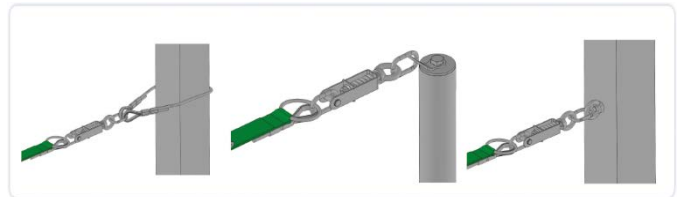

Рисунок 4
Быстроустанавливаемая анкерная линия CROSS LINE устанавливается на горизонтальную или вертикальную поверхность на уровне головы, плеч или ног пользователя. Крепление осуществляется при помощи концевых анкерных устройств ГОСТ EN 795-2019 [рисунок 4].
п.п.4.2 Установить анкерные устройства на элемент конструкции с двух сторон [рисунок 4] согласно инструкции производителя.
- п.п.4.7** Установить ЛИНИЮ на анкерные устройства или анкерные столбики с двух сторон при помощи карабинов [рисунок 4].